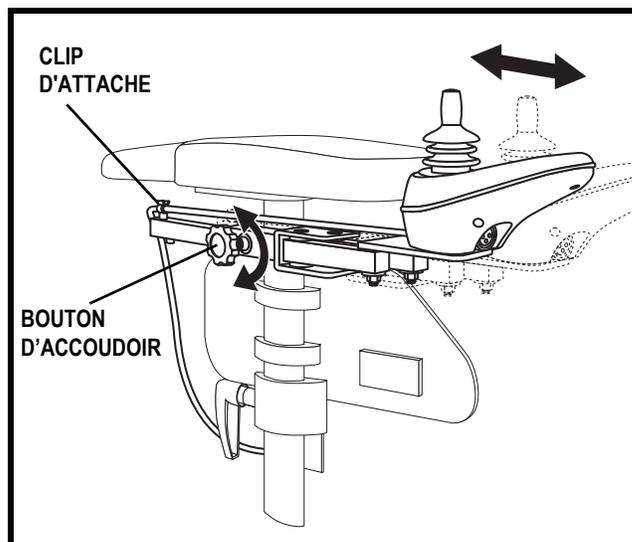

Figure 23. Position du contrôleur
4. Desserrez le bouton de réglage sur l'accoudoir ou le contrôleur est situé. **Voir la figure 23.**
5. Desserrez le bouton sur l'accoudoir ou sera installé le contrôleur. **Voir la figure 23.**
1. Desserrez le bouton de réglage sur l'accoudoir. **Voir la figure 23.**